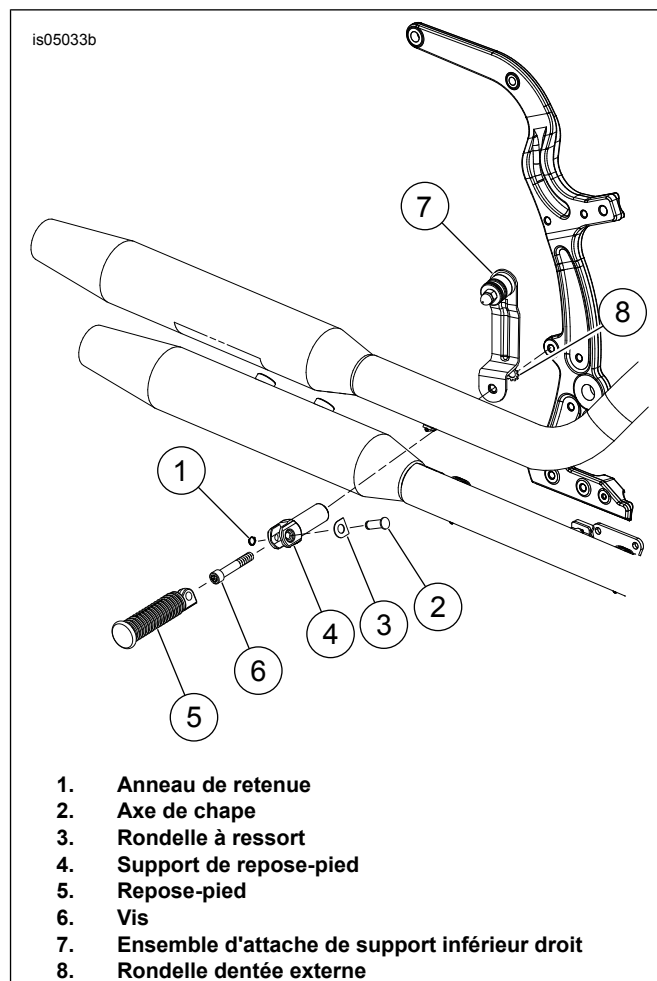
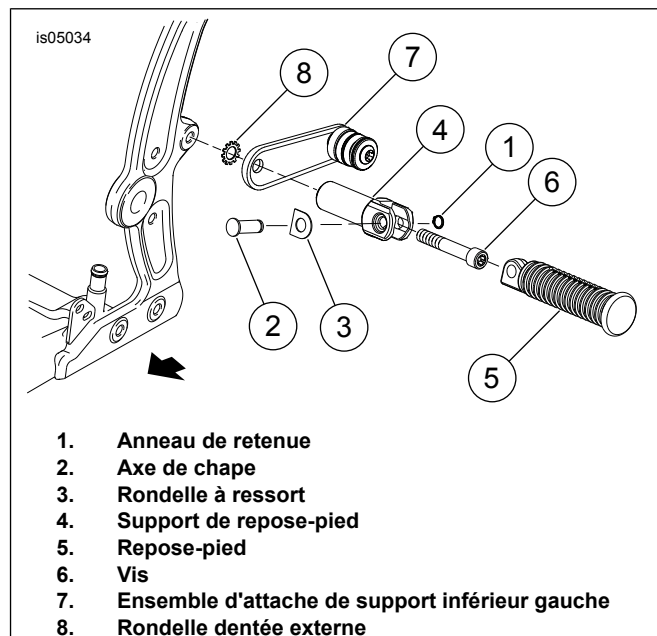

Figure 4. Ensemble d'attache de support inférieur droit
Figure 5. Ensemble d'attache de support inférieur gauche
1. Voir Figure 4. Sur le côté droit de la moto, retirer l'anneau de retenue (1) du repose-pied du passager (5), l'axe de chape (2) et la rondelle à ressort (3).
- Retirer la vis (6) du cadre et du support de repose-pied (4) et placer l'ensemble de support inférieur droit et la rondelle-frein sur la languette du repose-pied sur le cadre. Enduire de Loctite et mettre en place le support de repose-pied et la vis. Serrer la vis pour que le support puisse être relocalisé si nécessaire. Ne pas installer le repose-pied pour l'instant.
- Voir Figure 5. Sur le côté gauche de la moto, répéter la procédure de dépose du repose-pied et installer l'ensemble de support de gauche orienté vers l'arrière de la moto. Serrer la vis (6) pour que le support puisse être relocalisé si nécessaire.